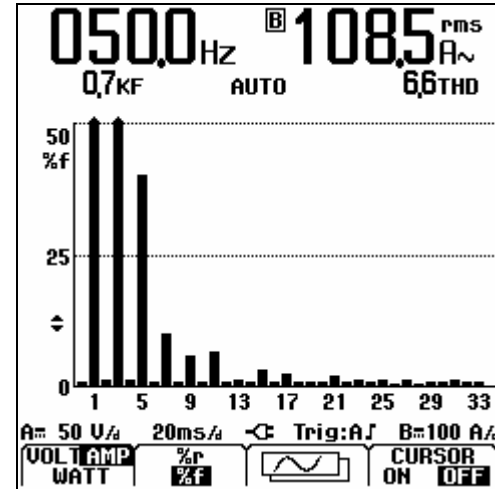

Figura 3-2. Pantalla de armónicos
③  Resalte HARMONICS.
④  Confirme la selección. A continuación, verá una pantalla como la que se muestra en la figura 3-2.
Observe la parte superior de las barras grandes en la figura 3-2. La forma de flecha indica que los armónicos se han ampliado. La escala de la izquierda cambia cuando la imagen se amplía o reduce.